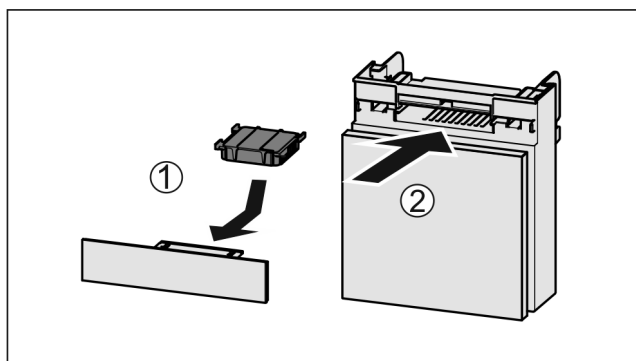

Fig. 160
- ▶ Inserire il vano Fig. 160 (2).